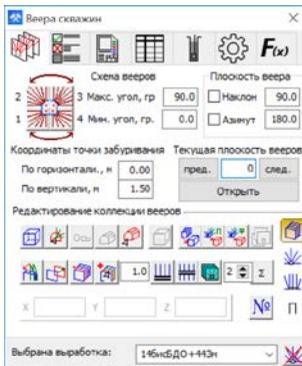

Рис.2.1. Вкладка создания и редактирования скважин
- Вкладка **Редактирование**  (Рис. 2.1.) содержит функционал для создания и редактирования всего набора вееров скважин и отдельных скважин.